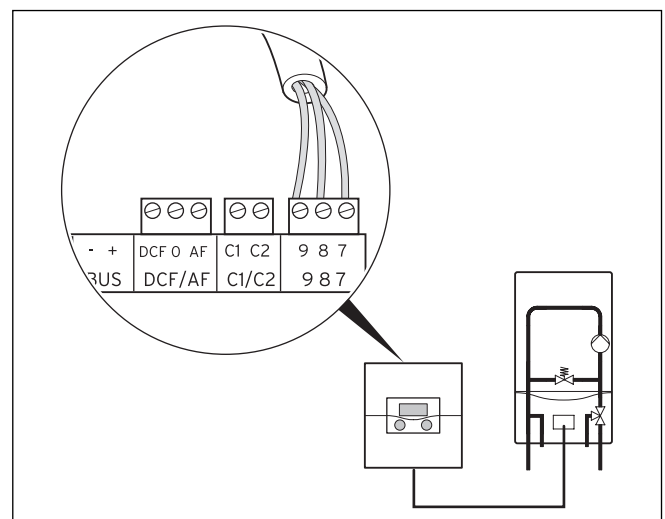

Abb. 5.1 Anschluss des Heizgerätes
- Nehmen Sie die Anschlussverdrahtung des Heizgerätes mit der Verbindungsleitung (min. 3 x 0,75 mm²) vor (→ **Abb. 5.1**).